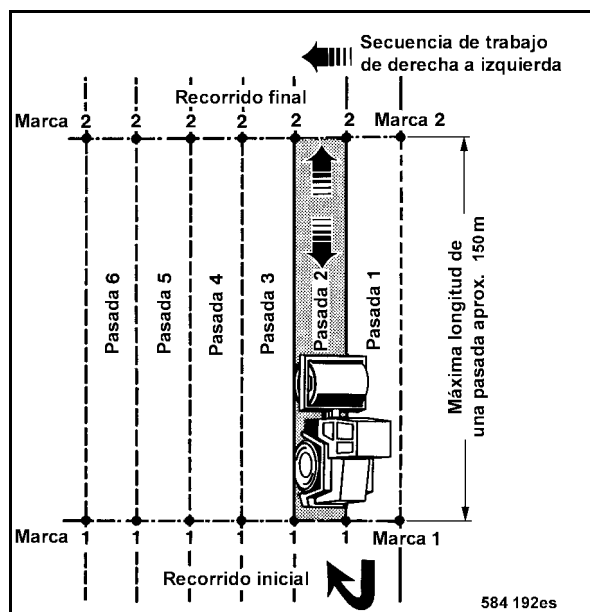

Fig. 81
- Para el registro de datos hay que repetir el proceso de compactación por completo en la siguiente trayectoria (Fig. 81).